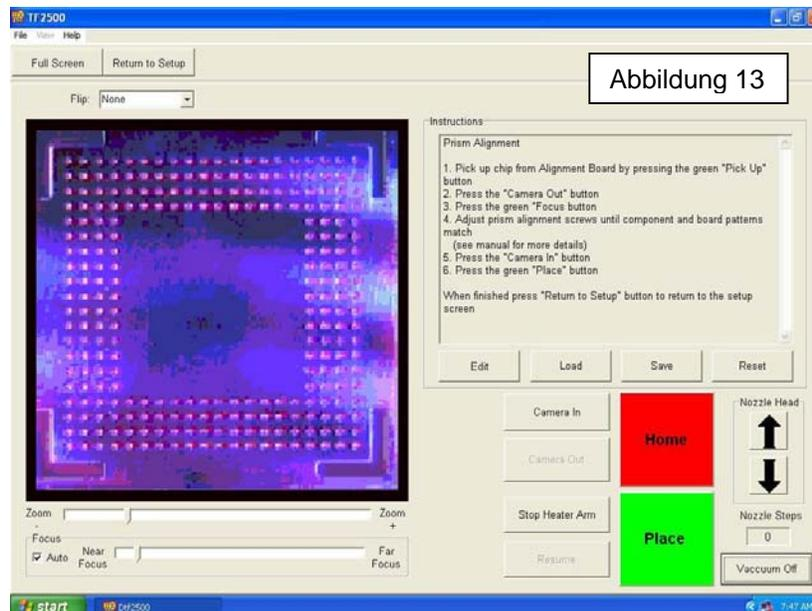

Abbildung 13
- x. Das Bild im Fenster sollte wie in Abbildung 13 dargestellt ausgerichtet sein.